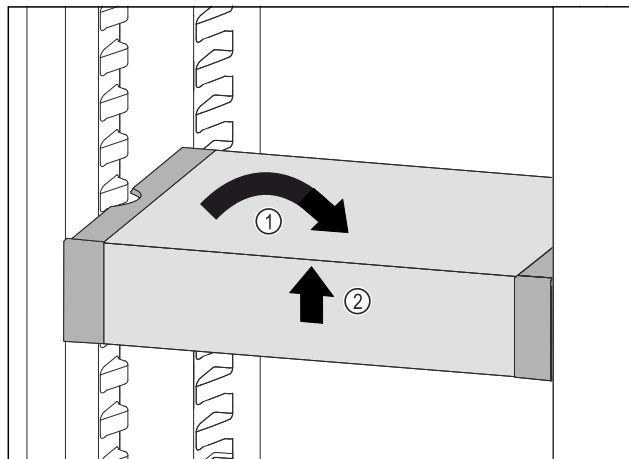

Fig. 171
- Vendosni drejt VarioSafe. Fig. 171 (1)
- Ngrini lart VarioSafe në pjesën përpara. Fig. 171 (2)